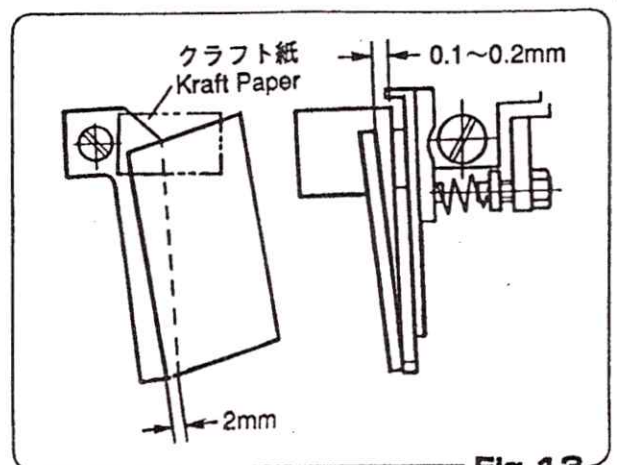

Fig. 13
Die Spalt-Einstellung kann erleichtert werden, indem Sie ein Stück Karton zwischen die obere und untere Klinge stecken. (Bild 13)
- 3) Die Überlappung der zwei Messer stellen Sie auf 2 mm ein (Bild 13), indem Sie die Länge der Luftzylinderschubstange verändern.